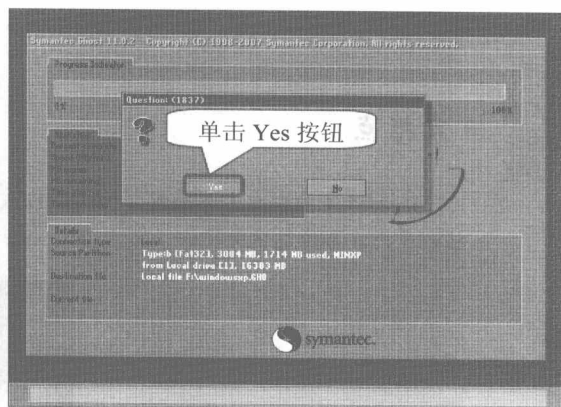

图 10-18 单击 Yes 按钮
步骤⑧ 按回车键, 在弹出的如图 10-18 所示的确认对话框中, 单击 Yes 按钮, 程序开始将系统分区备份到指定的镜像文件中。